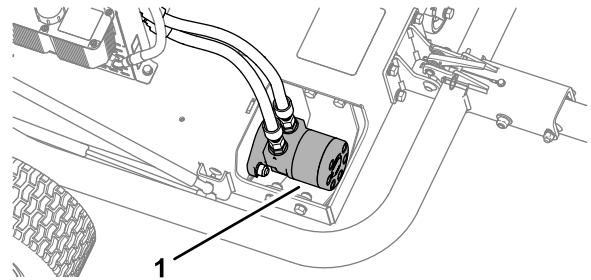

**図 39**
2. 必要に応じ、ローラハウジングの穴から水を吹き付けてローラについている汚れをきれいに落とす 図 39。